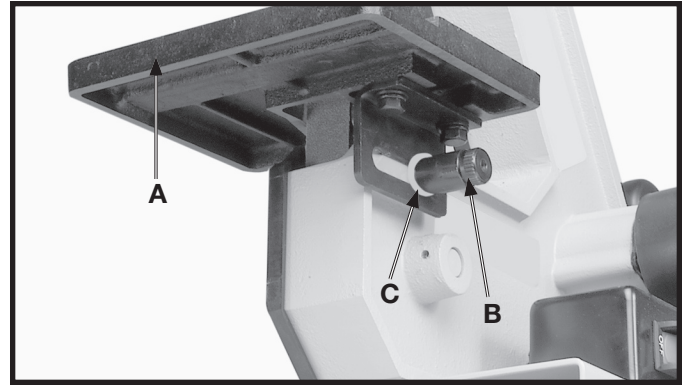

Fig. 17
2. Installer le module de la table (A) fig. 17, sur le cadre de la ponceuse à bande abrasive. Enfiler une rondelle plate de 10 mm (C) fig. 17, sur le goujon de verrouillage (B) et le visser dans le trou taraudé de l'appareil moulé pour tenir le module de la table en position comme indiqué.